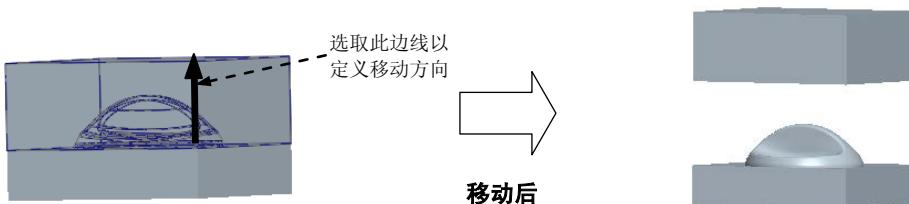

图 11.10 移动上模
Step3. 在系统 **通过选择边、轴或面选择分解方向** 的提示下，选取图 11.10 所示的边线，然后在 **输入沿指定方向的位移** 的提示下，输入上模的移动距离值 50，按 Enter 键。
Step4. 在 **DEFINE STEP (定义步骤)** 菜单中选择 **Done (完成)** 命令。移出后的上模如图 11.10 所示。